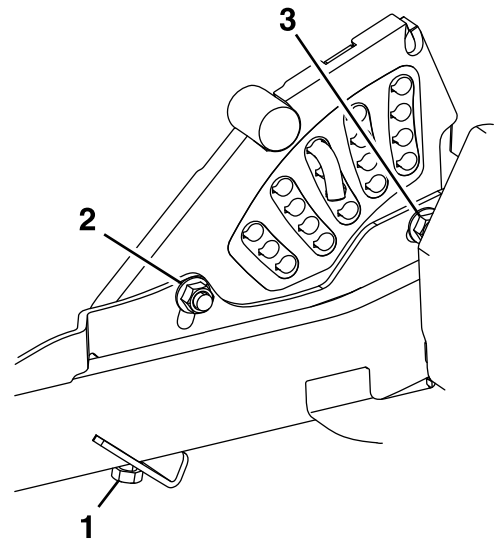

Figura 77
13. Si las 4 tuercas de ajuste de la carcasa no permiten lograr una altura de corte exacta con la inclinación necesaria, puede ajustar el sistema de ajuste de un solo punto (Figura 77).
14. Para ajustar el sistema de un solo punto, primero afloje los pernos de montaje delantero y trasero de la placa de altura de corte (Figura 77).
16. Apriete los 2 pernos en el borde inferior de la pletina de altura de corte (Figura 77).